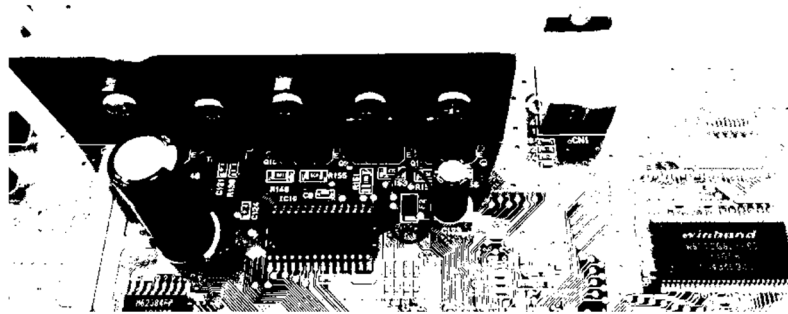

Рисунок 2.13 – Продзвонювання запобіжника F2
11) Огляньте плату. Активуйте запобіжник F2 (див. рис. 2.13).